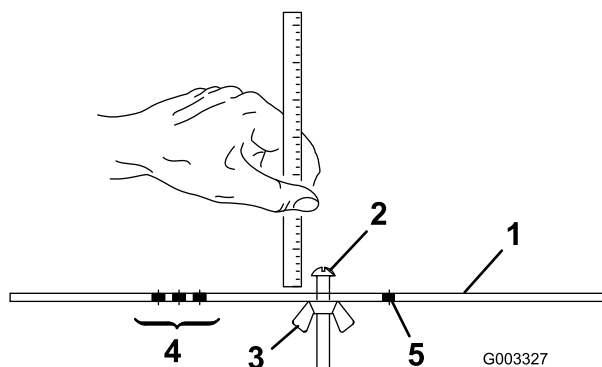

Figura 15
2. Allentate il dado sulla barra di riferimento (Figura 15) e regolate la vite di regolazione secondo l'altezza di taglio desiderata. La distanza tra l'estremità inferiore della testa della vite e la parte frontale della barra corrisponde all'altezza di taglio.